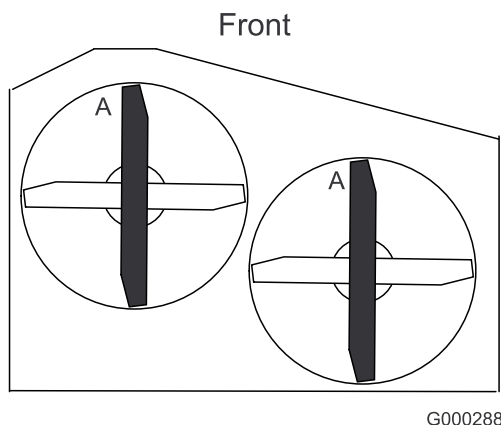

Figure 73
3. Tournez les lames dans le sens longitudinal. Mesurez la distance entre la surface plane et le tranchant (position A) des lames (Figure 72). Notez cette valeur. Pour les plateaux de coupe de 36 pouces, reportez-vous à la Figure 73.